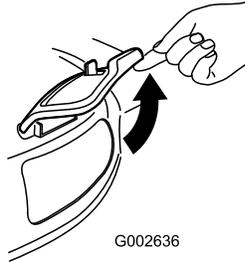

Figure 34
- Lift open the side discharge door (Figure 34).